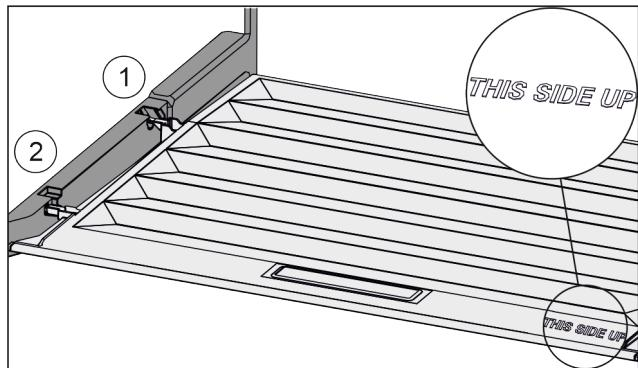

Fig. 148
- Robova predala vstavite nad odprtino zadnjega držala Fig. 148 (1), spredaj pa ju zataknite v držalo Fig. 148 (2).